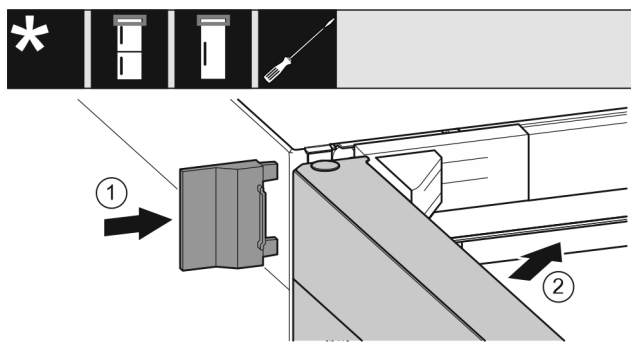

Fig. 28
- Äußere Abdeckung Fig. 28 (1) aufschieben.
- Obere Tür Fig. 28 (2) schließen.